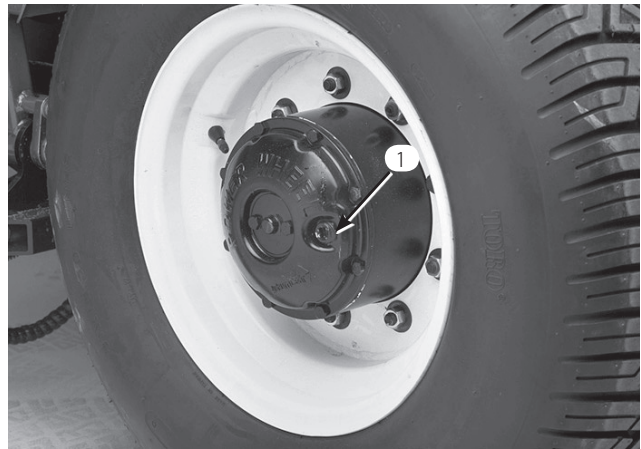

図 49
1. 点検方法：点検・ドレン用プラグ (図49) が3 時または9 時の位置にある状態で穴のフチまでオイルがあれば適正。この点検は平らな場所で行うこと。